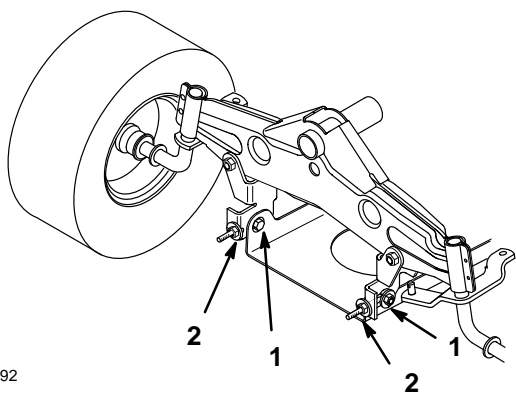

Abbildung 53
5. Zur Einstellung der Schnittmesserneigung in Längsrichtung die vorderen Schwenkplatten-Halteschrauben etwas lösen (Abb. 53).
6. Die Sicherungsmuttern an den Einschraubösen drehen, um die Einstellung zu verändern (Abb. 53). Um die Vorderseite des Mähwerks anzuheben, die Sicherungsmuttern anziehen. Um die Vorderseite des Mähwerks abzusenken, die Sicherungsmuttern lösen.
7. Nachdem beide Einschraubösen-Sicherungsmuttern gleichmäßig eingestellt worden sind, die Neigung in Längsrichtung erneut kontrollieren. Mit der Einstellung der Einschraubösen fortfahren, bis die vordere Schnittmesserspitze 0-3/8" (0-9,2 mm) tiefer liegt als die hintere Spitze (Abb. 53).
8. Wenn die Neigung in Längsrichtung korrekt ist, die Schwenkplatten-Halteschrauben anziehen (Abb. 53).